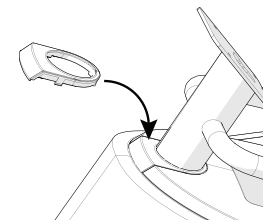

Рисунок 16
8. Установите влагоизоляцию вокруг центральной опоры под ручками датчика пульса, затем поместите ее под верхнюю крышку. Следите, чтобы края уплотнителя находились вровень с верхней крышкой (см. рисунок 16).